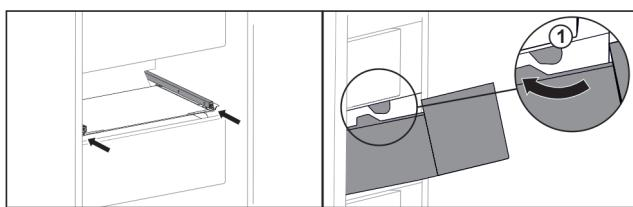

Fig. 127
- Обвести висувний ящик навколо стопора Fig. 127 (1).